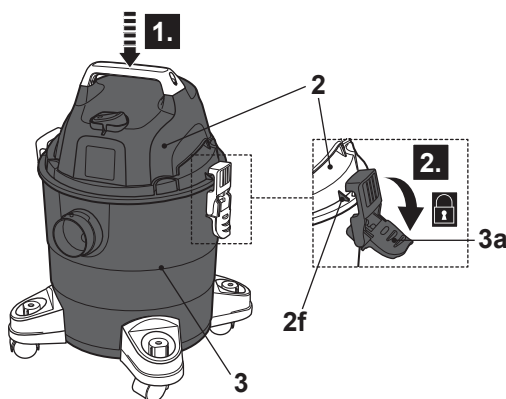

Fig. 10
- > Coloque la unidad del motor (2) con la funda de espuma (13) en el depósito (3) y fíjela con las abrazaderas (3a) y las ranuras de las abrazaderas (2f) (Fig. 10). Compruebe que la unidad del motor encaja bien en el depósito y que la conexión esté bien sellada.